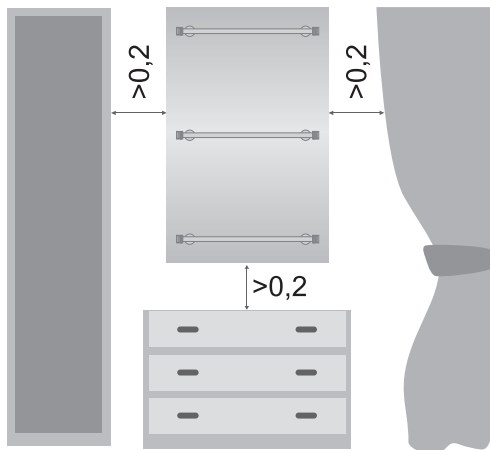

Рис. 11
4.6. Запрещается устанавливать дизайн-радиатор таким образом, чтобы он находился в близком контакте с предметами мебели, шторами и т.д. Минимально допустимые расстояния до этих предметов – 0,2 м (рис. 11).